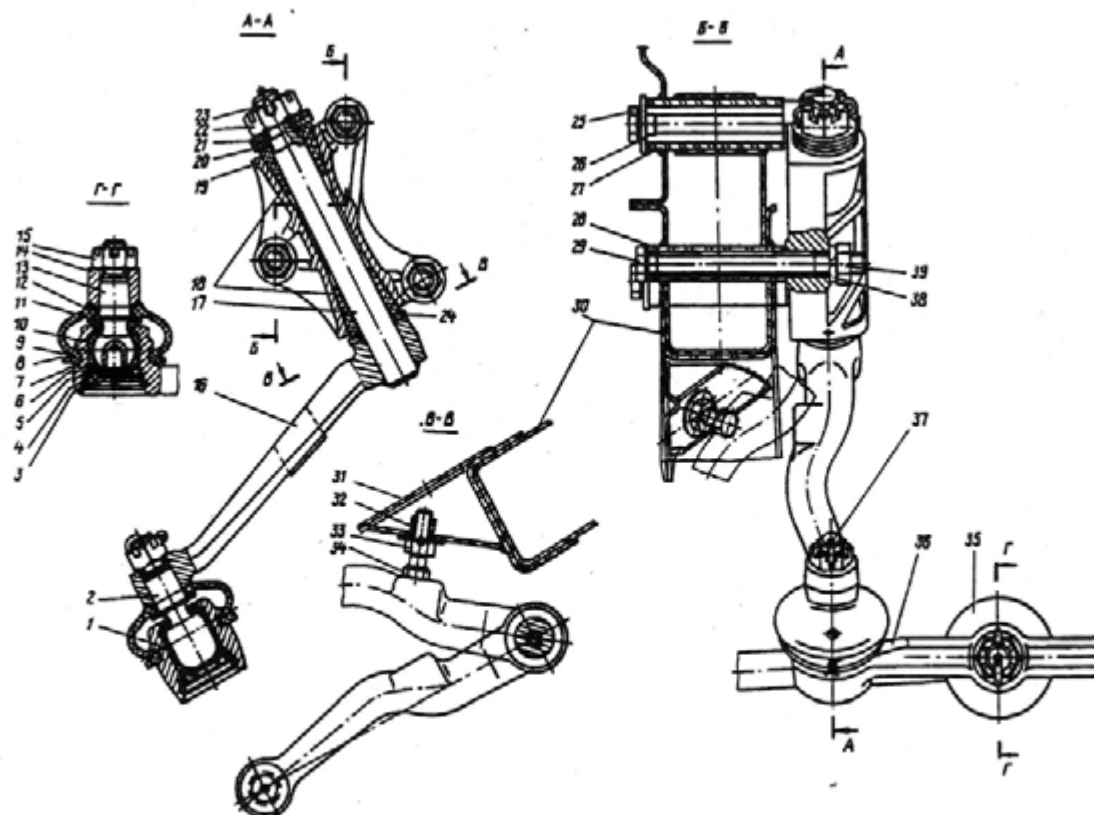

Рис. 214. Шарниры рулевых тяг
В целях предотвращения проворачивания средней рулевой тяги вокруг ее продольной оси головка пальца 2 (рис. 214) имеет овальную форму.
3. Развяжите проволоку 9 (рис. 214) с грязезащитного чехла 12 и снимите чехол и поддерживающую шайбу 11.
Маятниковый рычаг 16 (см. рис. 214) соединен с правой головкой средней тяги рулевой трапеции с помощью овального пальца.
2. Выверните болты 25, 29 (рис. 214) крепления кронштейна 19 маятникового рычага к лонжерону 30 рамы.